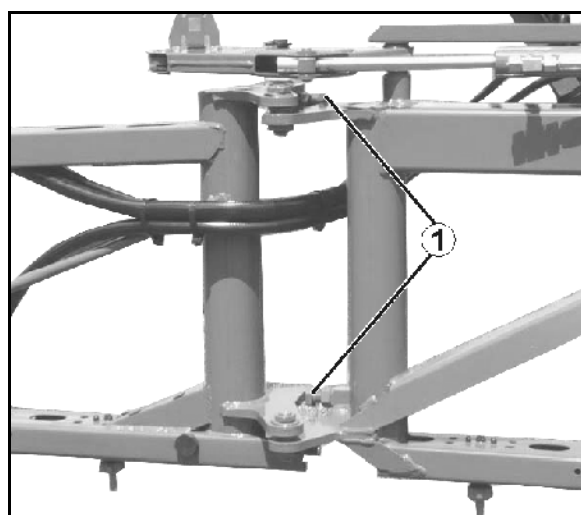

Fig. 139
1. Løsne kontramutteren på stillskruen (Fig. 139/1).